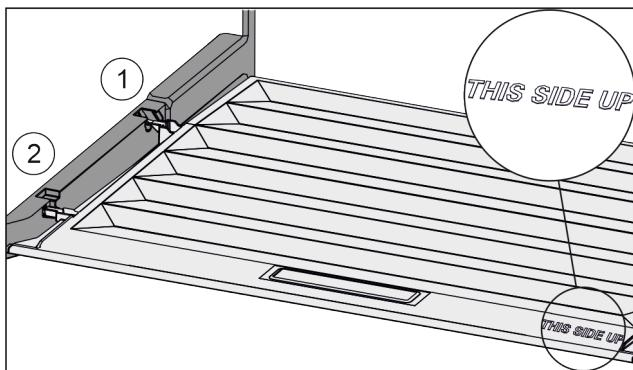

Fig. 41
- Výstupky víka zavedte do zadních držáků Fig. 41 (1) a vpředu zaklesněte do držáku Fig. 41 (2).